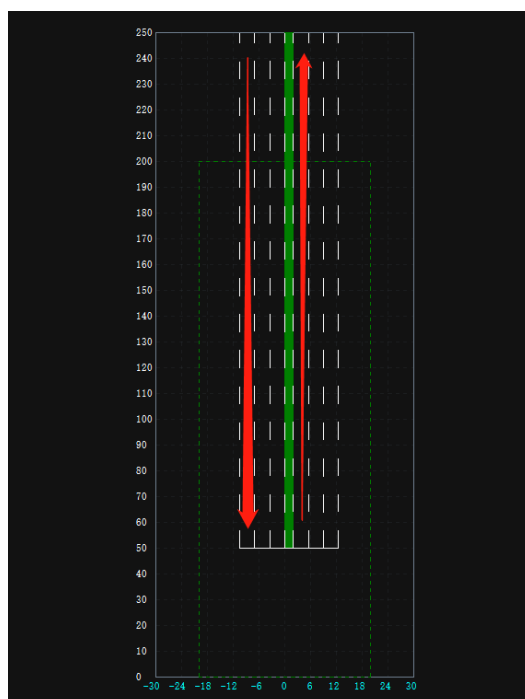

图 5-3 目标轨竖直，但是整体横向偏移
(3) 目标直线行驶，但是整体横向偏移，如图 5-3 所示。